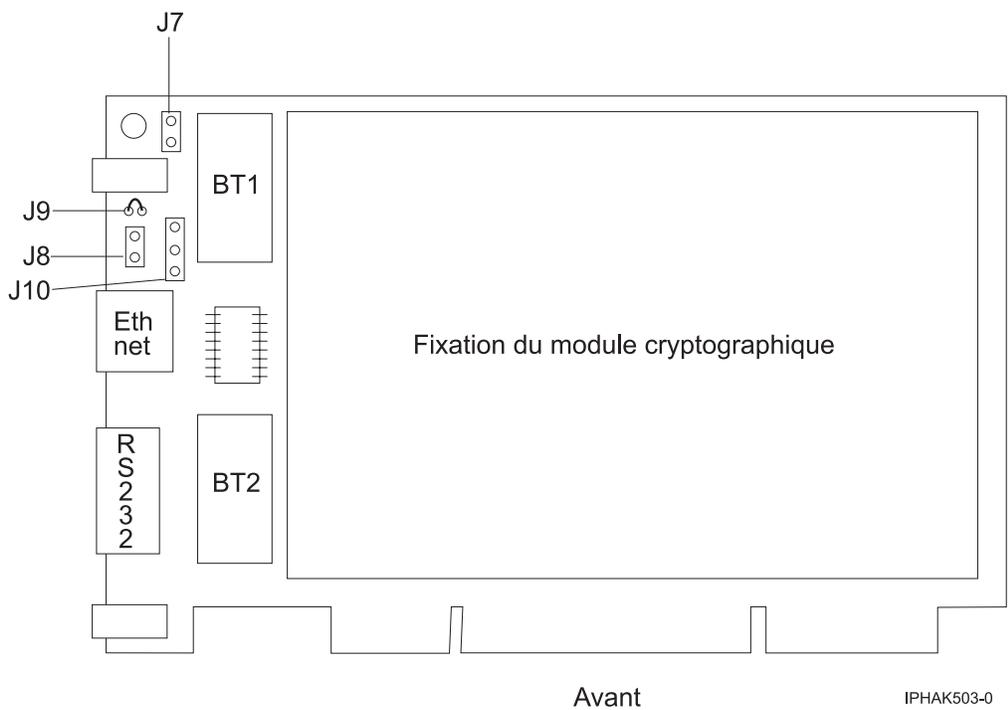

Figure 78. Recto de l'adaptateur
6. Insérez l'une des nouvelles batteries dans le bloc de batteries fourni avec le kit. Alignez le + de la batterie avec le + du bloc de batteries (l'extrémité avec le câble rouge). Connectez les câbles du bloc au connecteur J10 situé près du port série RS-232, comme illustré dans la figure 78, à la page 255. Le connecteur est polarisé pour garantir un branchement correct.